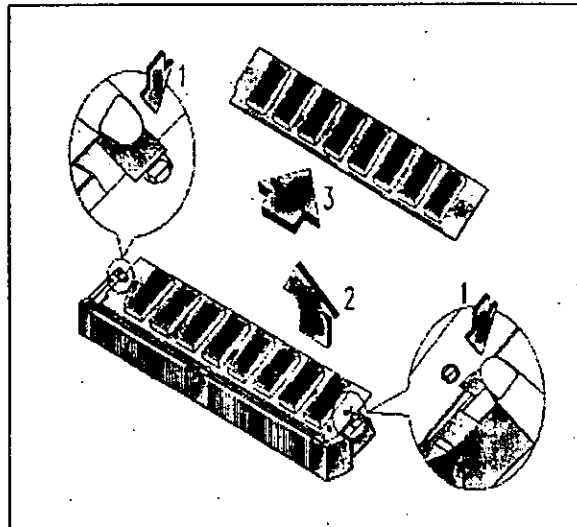

Figura. 5.4 Instalación de memoria RAM
- Inserte el módulo de memoria en ángulo, asegurándose de que la esquina cortada del módulo de memoria SIMM. Observe la figura 5.4.